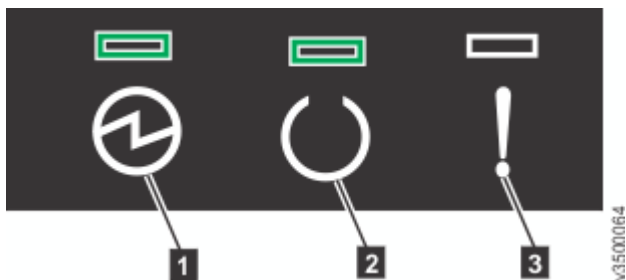

图 27. 扩展容器指示灯
**步骤 2.** 从扩展机柜后部，检查每个扩展容器上的指示灯（请参阅第 28 页图 27 “扩展容器指示灯”）。